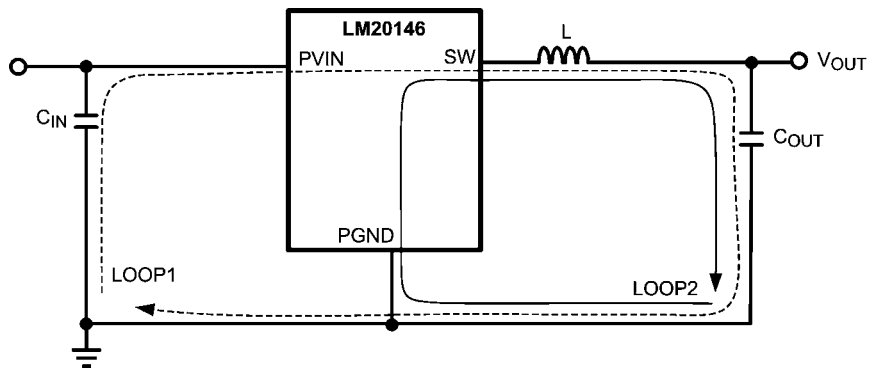

FIGURE 11. Schematic of LM20146 Highlighting Layout Sensitive Nodes
1. スwitching された電流ループの面積を最小限に抑えます。降圧型レギュレータには電流が急速にスウィッチする 2 個のループが存在します。最初のループは入力コンデンサから始まり、レギュレータの VIN ピン、レギュレータの SW ピン、インダクタ、そして出力コンデンサおよび出力負荷につながる経路です。もう 1 つは、出力コンデンサのグラウンドから始まり、レギュレータの PGND ピンを通して、インダクタから出力負荷へと至るループです (Figure 11 参照)。両方のループ面積を最小化するために、入力コンデンサを PVIN ピンの可能な限り近くに配置してください。入出力コンデンサ両方の接地には、PGND に接続する小型の局部的な上側プレーンおよびダイ・アタッチ・パッド (DAP) があります。インダクタを SW ピンおよび出力コンデンサの可能な限り近くに配置してください。